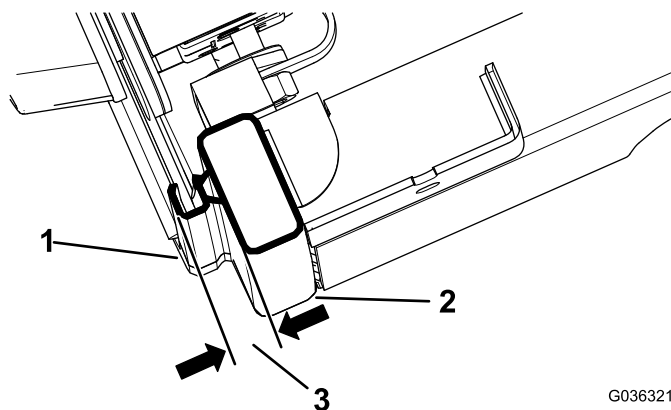

Рисунок 11
3. Полностью закройте дверь и измерьте высоту полого уплотнения до уплотнительной поверхности балки кабины, убедитесь, что измеренное расстояние составляет от 1,9 до 2,2 см, как показано на Рисунок 11.
4. Когда с помощью штифта защелки вы достигнете расстояния от 1,9 до 2,2 см, как показано на Рисунок 11, затяните контргайку.